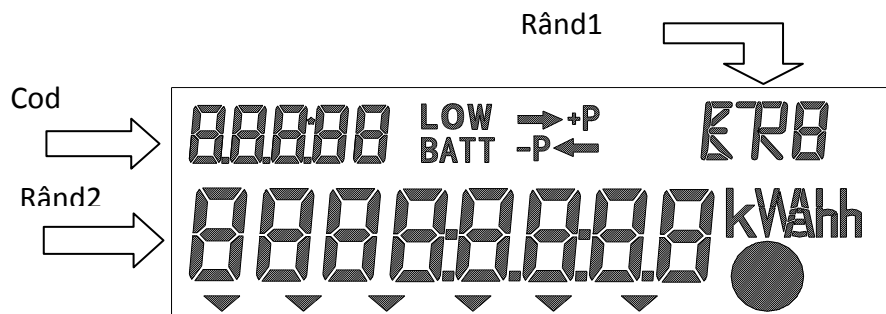

Figura 1
- Afișajul (figura 1) este de tip LCD cu dimensiunea de 20x60 mm, proiectat special pentru a indica mărimea măsurată (rând2, cu dimensiunea de 8 mm), codul corespunzător conform DLMS UA 1000-1 (cod, cu mărimea de 5 mm), sensul puterii, regiștrii de tarifare (rând1, tariful curent se marchează cu semnul "<") și semnalizare baterie scăzută. De asemenea pe afișaj există un anunțiator, în formă de disc, care palpâie proporțional cu sarcina măsurată de contor. Pentru verificarea clasei de